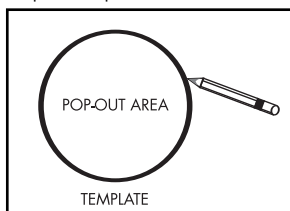

FIGURE 9a
- Using the template, trace the installation location with a pencil. You can do this by holding the template in your preferred location and tracing around it. Use a level to make certain the template is straight and plumb. This is the exact cutout size. [figures 9a & 9b].
- À l'aide du gabarit, tracez l'endroit de l'installation avec un crayon. Vous pouvez accomplir cette besogne en tenant le gabarit à l'endroit choisi et en traçant tout autour. Utilisez un niveau pour vous assurer que le gabarit est bien droit et de niveau. C'est la taille exacte de l'embrasure. [figure 9a et 9b].